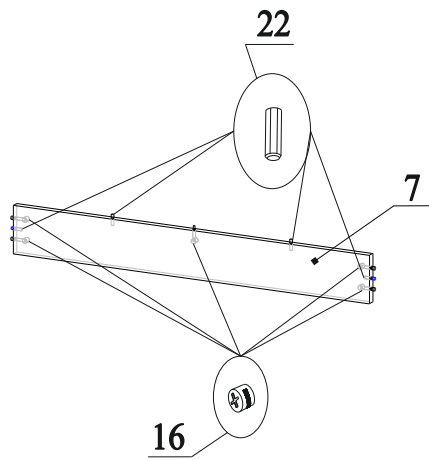

Рис.6
12. В торцы деталей 7 вставить шканты 22 (рис.6);
13. В отверстия на деталях 7 вставить эксцентрики 16 стрелками к торцевым отверстиям (рис.6);